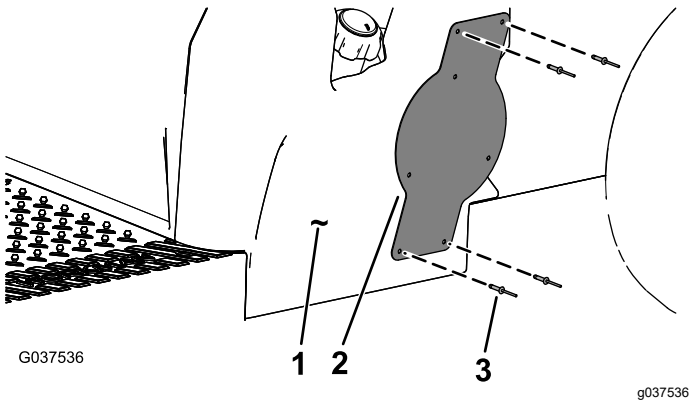

Figura 11
7. Instale el soporte de montaje de la placa en el lateral de la base del asiento con 4 remaches ciegos (3/16" x 15/16"), como se muestra en la Figura 11.